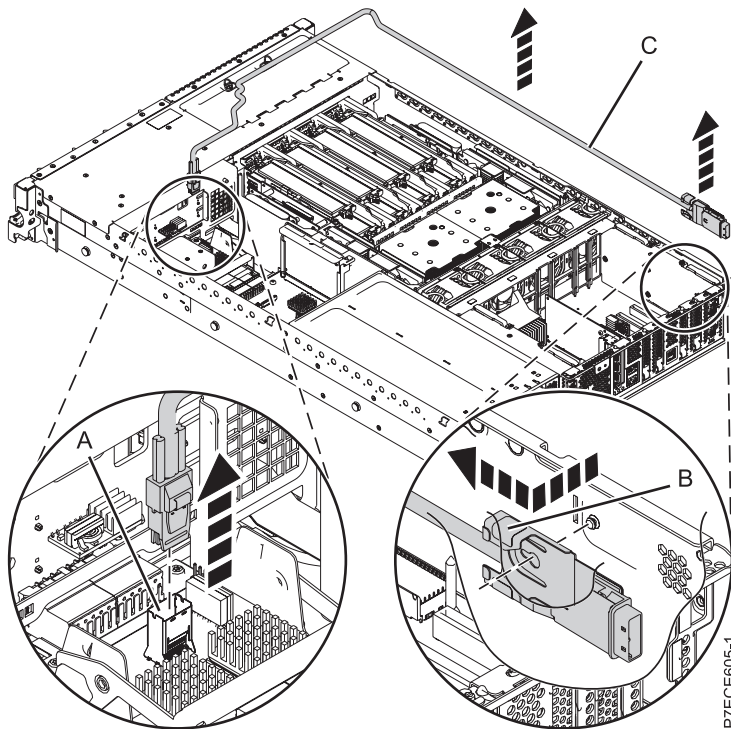

Figure 37. Retrait du port SAS externe
9. Tirez sur le support de câble au niveau du point bleu (B) et faites sortir le câble SAS par de l'ouverture réservée au port SAS externe ménagée à l'arrière du boîtier. Pour plus d'informations, voir figure 37, à la page 62.
10. Retirez le câble SAS (C) du système.
11. Appuyez sur le loquet du connecteur SAS (A), puis sortez le câble du capuchon situé sur l'interposeur de stockage du système.